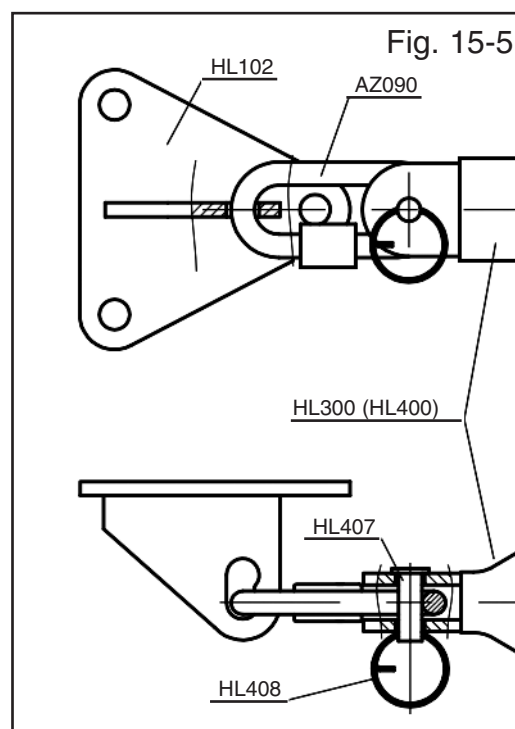

Fig. 15-5
- fig. 15-5 fissaggio alla piastra HL102 tramite maglia AZ090